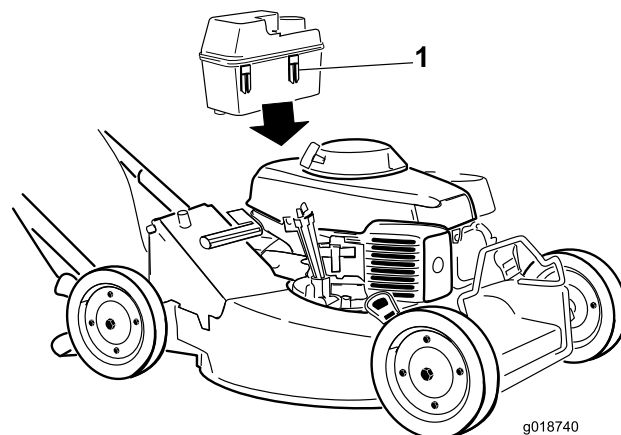

Figura 5
1. Deslice los clips de plástico de la parte delantera del depósito de combustible sobre el soporte de montaje del depósito de combustible (Figura 5).